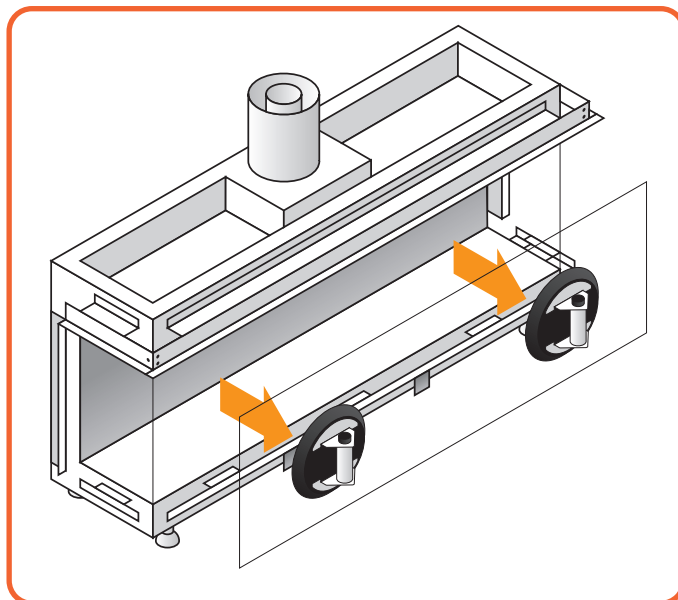

Figura 10.6 - Rimozione della ventosa
- Sollevare il vetro dalla guida inferiore e inclinarlo facendolo passare attraverso l'apertura, come mostrato nella **Figura 10.6**.